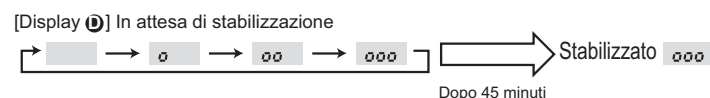

Fig. 8-3
- ③ Premere il tasto **FILTER** (tasto ←) per confermare l'impostazione. (Fig. 8-3)